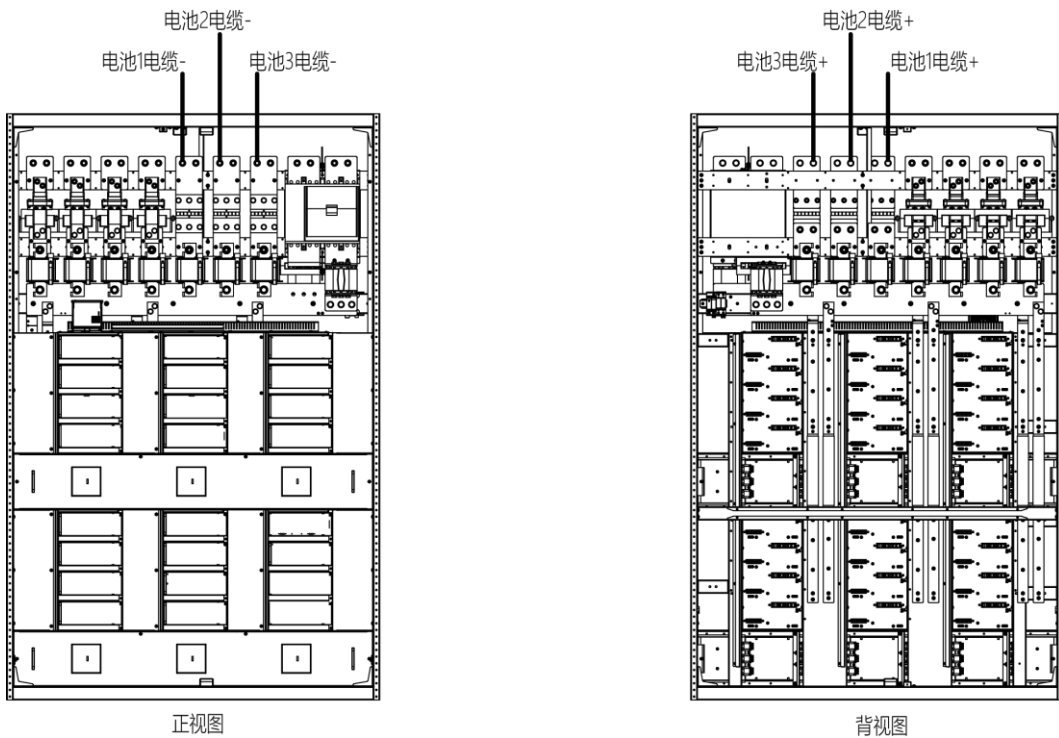

图1-19 电池电缆连接示意图
2. 先将电池电缆一端接到电池组正、负极熔芯上。正、负极电缆的另一端作好铜鼻子并用绝缘胶布把铜鼻子缠好，当直流配电初调时，将电缆连接到电池上。电缆接口如图 1-19 所示。
2. 安装时必须保留电池熔芯绝缘隔板，避免在连接电池电缆时或更换电池熔芯时发生短路事故。位置如图 1-19 所示。